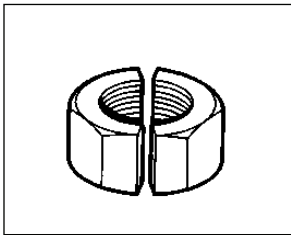

Abbildung 9: Zwei Schnitte machen
12. Falls erforderlich, kann ein zweiter Schnitt in einem Winkel von 180° zum ersten durchgeführt werden, wobei die Mutter vollständig in zwei Hälften durchtrennt wird. Siehe Abbildung 9.